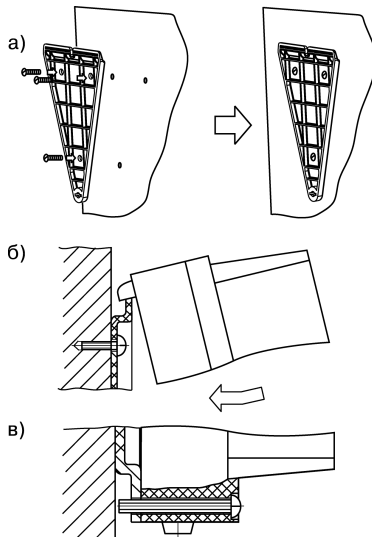

Рисунок 5.1 – Монтаж прибора настенного исполнения
1. Закрепить кронштейн тремя винтами M4 × 20 на поверхности, предназначенной для установки прибора (см. Приложение А и рисунок 5.1, а).
2. Зацепить крепежный уголок на задней стенке прибора за верхнюю кромку кронштейна (рисунок 5.1, б)
3. Прикрепить прибор к кронштейну винтом M4 × 35 из комплекта поставки (рисунок 5.1, в).